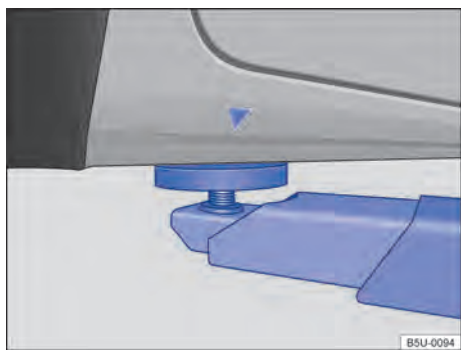
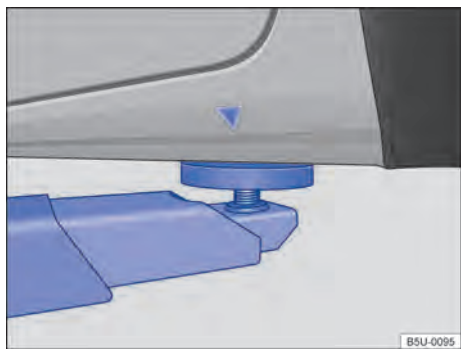

Fig. 194 Pontos de apoio dianteiros para a suspensão com plataforma elevatória ou com macaco.
Fig. 195 Pontos de apoio traseiros para a suspensão com plataforma elevatória ou com macaco.
O veículo deve ser suspenso somente pelos pontos indicados nas figuras → Fig. 194 e → Fig. 195. Se o veículo não for suspenso pelos pontos indicados, podem ocorrer danos no veículo → **!** e ferimentos graves → **⚠**.
- Suspender o veículo somente pelos pontos indicados nas figuras → Fig. 194 e → Fig. 195. Se o veículo não for suspenso pelos pontos indicados, o veículo poderá cair da plataforma elevatória quando, por exemplo, o motor ou a suspensão for desmontado.
❶ NOTA